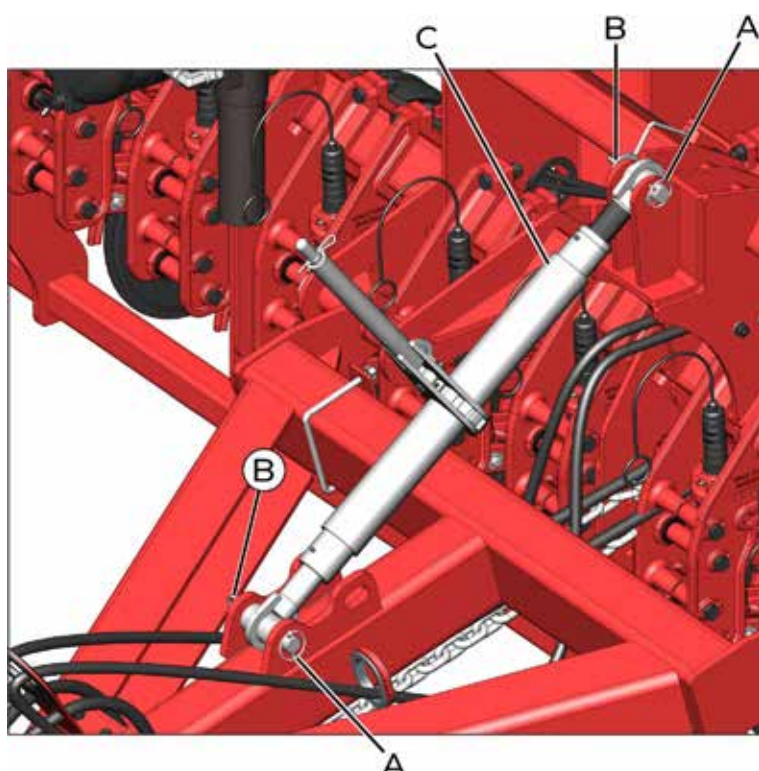
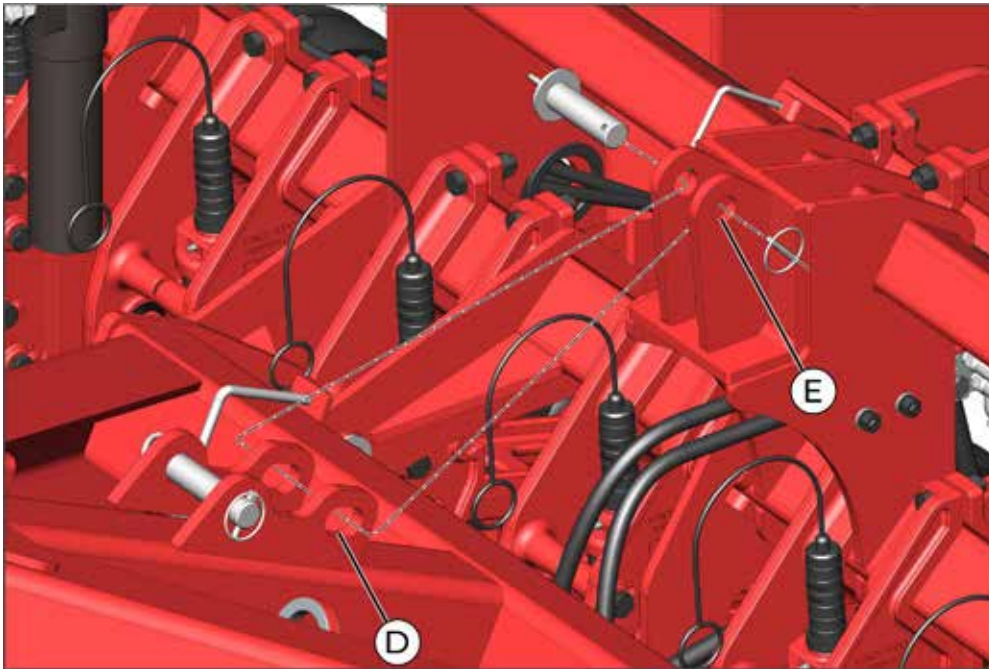

fig. 03
fig. 04
Para suspender o cabeçalho, retire os pinos trava com argola (A) (fig. 03), remova os pinos (B) e o braço terceiro ponto (C). Após, suspenda o cabeçalho encaixando os furos (D) e (E) (fig. 04). Coloque novamente o pino (B) travando com o pino trava com argola (A).